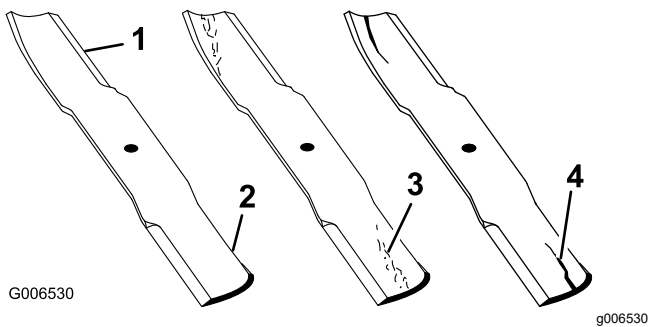

Figure 67
1. Examinez le tranchant des lames (Figure 67).
4. Remplacez immédiatement toute lame fendue, usée ou qui présente une entaille sur cette partie (Figure 67).